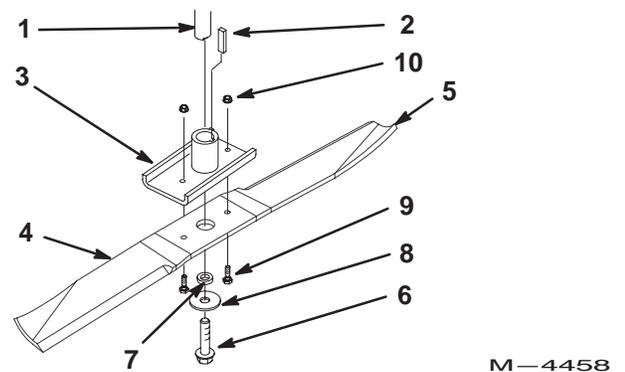

Figure 47
Tenez la lame à son extrémité avec un chiffon ou un gant épais. Enlevez le boulon de retenue, sa rondelle et son entretoise, ainsi que les boulons de cisaillement et les contre-écrous du porte-lame (Fig. 47).
1. Placez la clavette dans le porte-lame et montez ce dernier sur l'axe (Fig. 47).
2. Installez la lame, l'entretoise, la rondelle et le boulon de retenue sur l'axe (Fig. 47).
4. Placez la lame sur le porte-lame et fixez-la au moyen des boulons de cisaillement et des contre-écrous (Fig. 47).